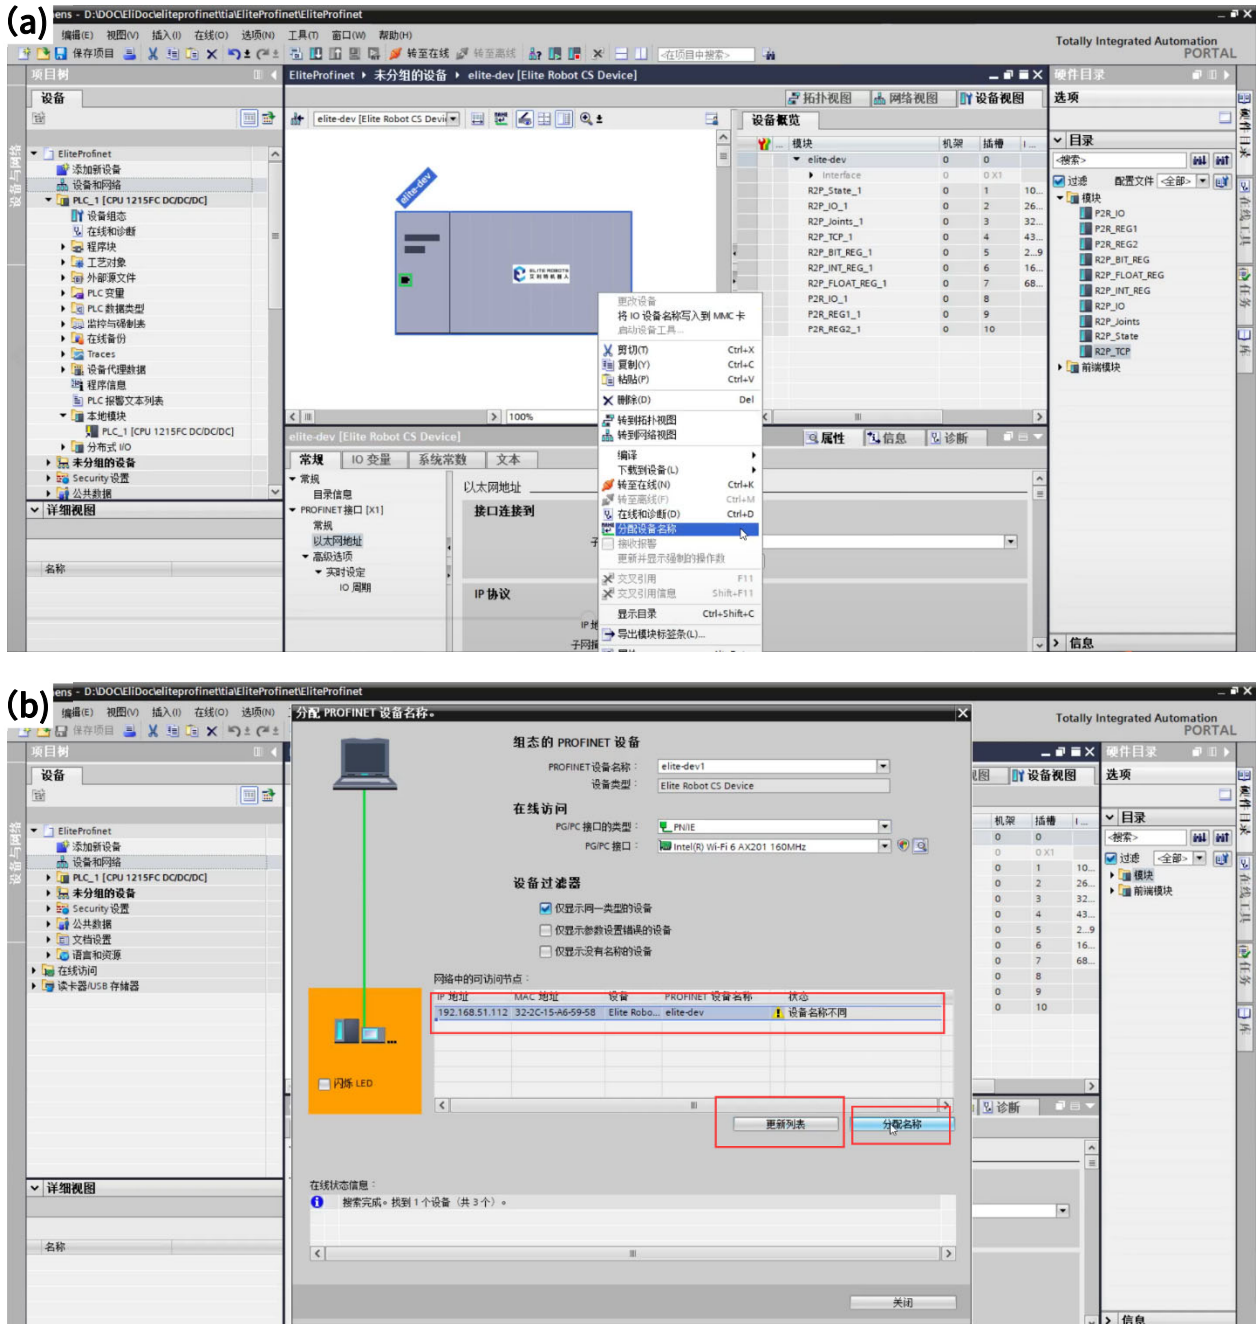

图 15-10 更改设备名称
7. 在设备视图中右键设备选择“分配设备名称”，搜索并更改设备名称，如图 15-10 (a) 和如图 15-10 (b) 所示。